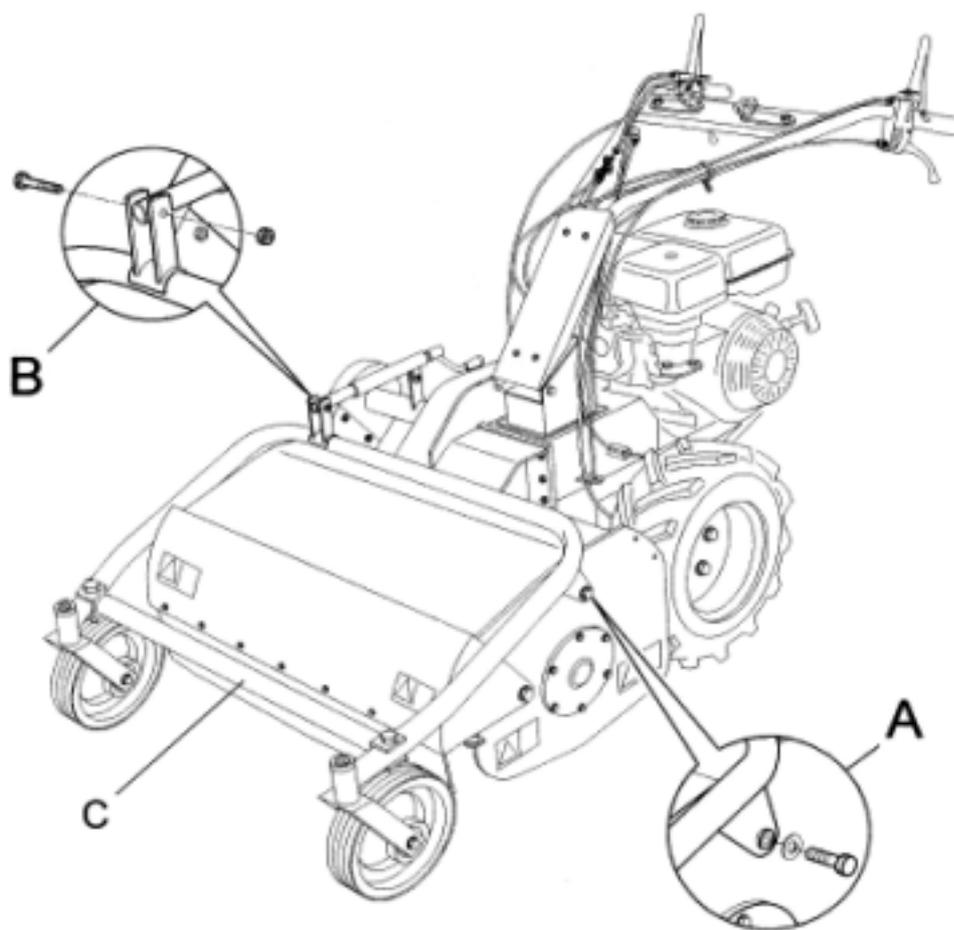

Fig. 3
- Posizionare il supporto anteriore con ruote collegando il canotto di regolazione altezza (Fig. 3 rif. B) tramite la vite e la rondella fornite in dotazione. Fissarlo inoltre a entrambi i lati del cofano tramite le viti, rondelle e distanziali in dotazione, come indicato in Fig. 3 rif. A.
- Montare la barra di protezione (Fig.3 Rif. C) negli appositi fori presenti sui due lati anteriori del supporto ruote tramite la vite, la rondella ed il dado forniti in dotazione.